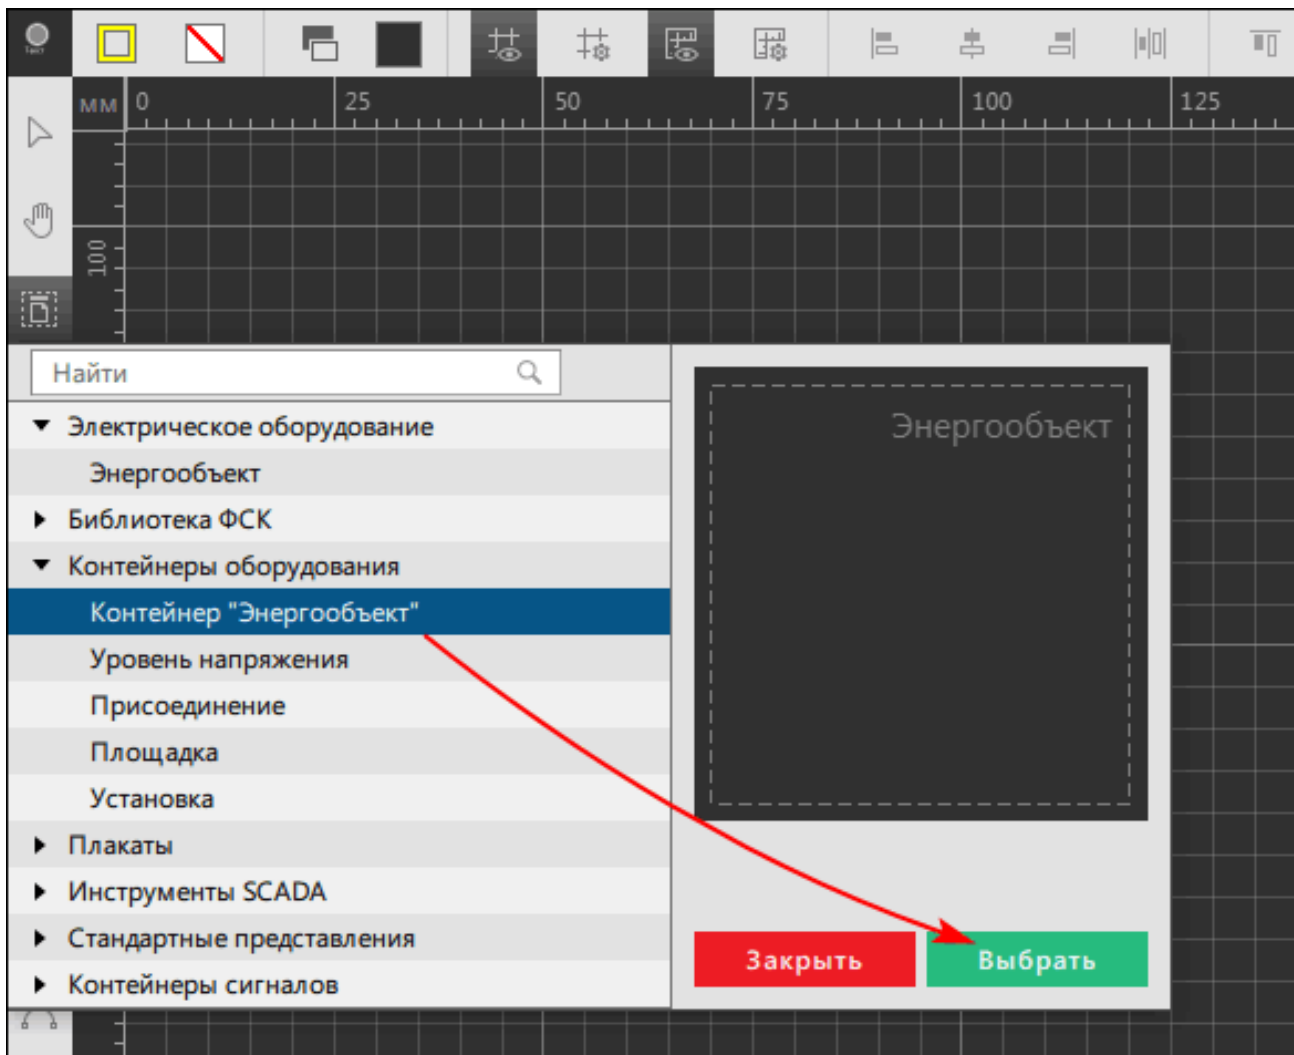

Рисунок 372 - Добавление энергообъекта
2. Нажмите на инструмент **Графическое представление** и выберите **Контейнер «Энергообъект»** (Рисунок 372).